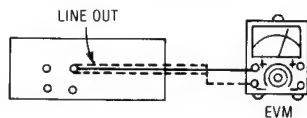

Abb. 1
1. Der Testaufbau ist in Abb. 1 gezeigt.